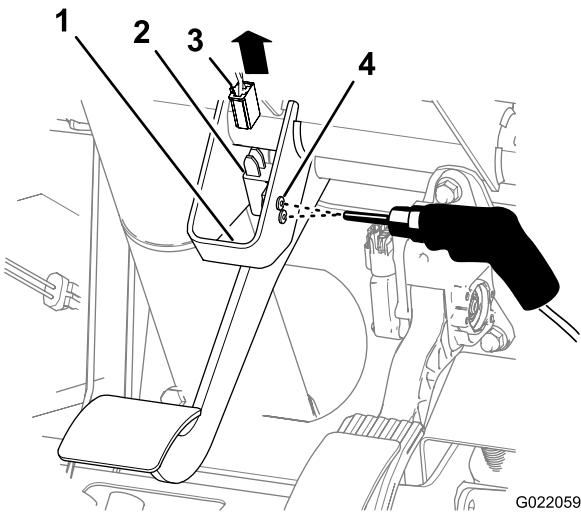

Figura 5
1. Remova o conector da tomada da cablagem da máquina do interruptor do travão de 2 pinos (Figura 5).
2. Utilizando uma broca de 3/16 pol., fure os 2 rebites emergentes que fixam o interruptor do travão de 2 pinos à chumaceira de suporte para o pedal do travão (Figura 5).
3. Remova o interruptor do travão de 2 pinos e as anilhas da chumaceira de suporte (Figura 5).